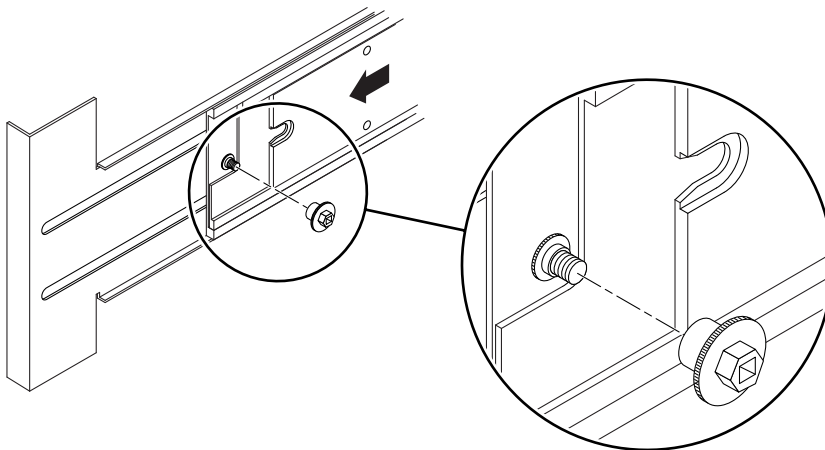

図 1-14 スライドレールのロックナットの挿入および締め付け
5. システムの背面から、各スライドに 1 つのロックナットを挿入して締めます (図 1-14)。